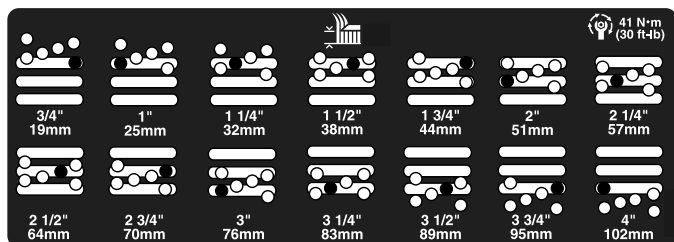

図 25
5. 希望の刈り高にチェンバを合わせ、その刈り高の穴とスロットにスペーサを通す 図 25。